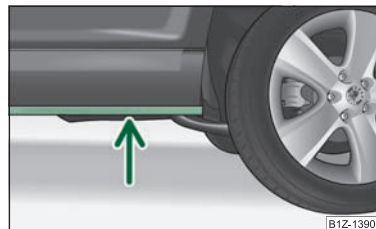

Fig. 156 Traversarea apelor
- Înainte de traversarea zonei inundate, stabiliți adâncimea apei. Apa trebuie să ajungă maxim până la puntea lonjeronului inferior al autovehiculului ⇒ pagina 178, fig. 156.